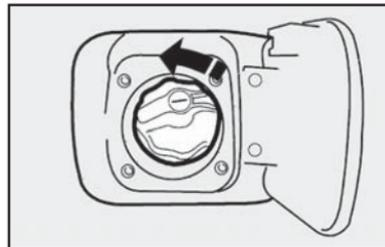

fig. 71
- Gire la llave en sentido antihorario y gire la tapa en el mismo sentido, hasta que esta se libere **fig. 71**.